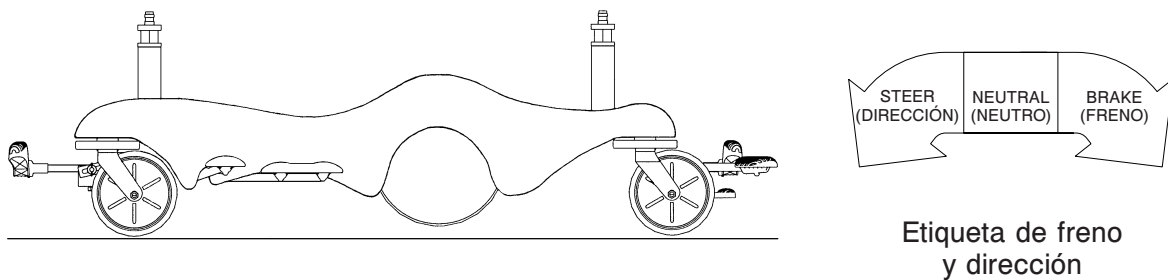

Figura 3.1: Posición neutra o con el freno echado
**Cuando el pedal de freno/dirección está en la posición neutra o de freno**, la Big Wheel se eleva aproximadamente 2 cm y la camilla descansa sobre las cuatro ruedas locas, como se muestra en la Figura 3.1.
**Con el pedal en la posición neutra**, la camilla puede desplazarse en cualquier dirección, incluso hacia los lados, como se muestra en la Figura 3.1.